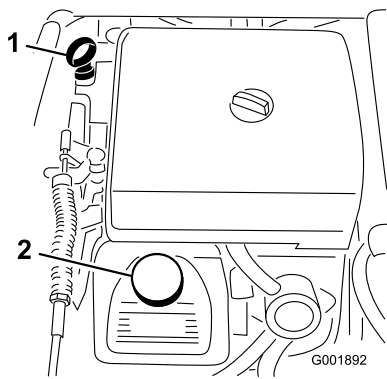

Figura 45
2. Retire la varilla y límpiela con un paño limpio (Figura 45). Introduzca la varilla en el tubo asegurándose de que entre a fondo. Retire la varilla y compruebe el nivel de aceite.
3. Si el nivel de aceite es bajo, retire el tapón de llenado de la cubierta de la válvula (Figura 45) y vierta aceite por el orificio hasta que el nivel de aceite llegue a la marca Lleno de la varilla. Añada el aceite lentamente y compruebe el nivel a menudo durante este proceso. No llene demasiado.
8. Agregue lentamente un 80% de la cantidad especificada de aceite por el tubo de llenado (Figura 45).